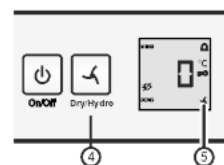

Fig. 3
► Встановлення «**hydro**»: Натиснути кнопку «dry/hydro» Fig. 3 (4), поки не з'явиться символ . Відпустіть кнопку.
▷ Світиться символ "dry/hydro" Fig. 3 (5).
► Встановлення «**dry**»: Натиснути кнопку «dry/hydro» Fig. 3 (4), поки символ  не погасне. Відпустіть кнопку.